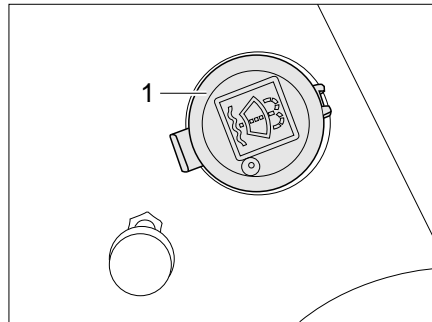

Bild 32 Einfüllstutzen Waschwasserbehälter
- Den Deckel (Bild 32,1) vom Einfüllstutzen des Waschwasserbehälters abnehmen.